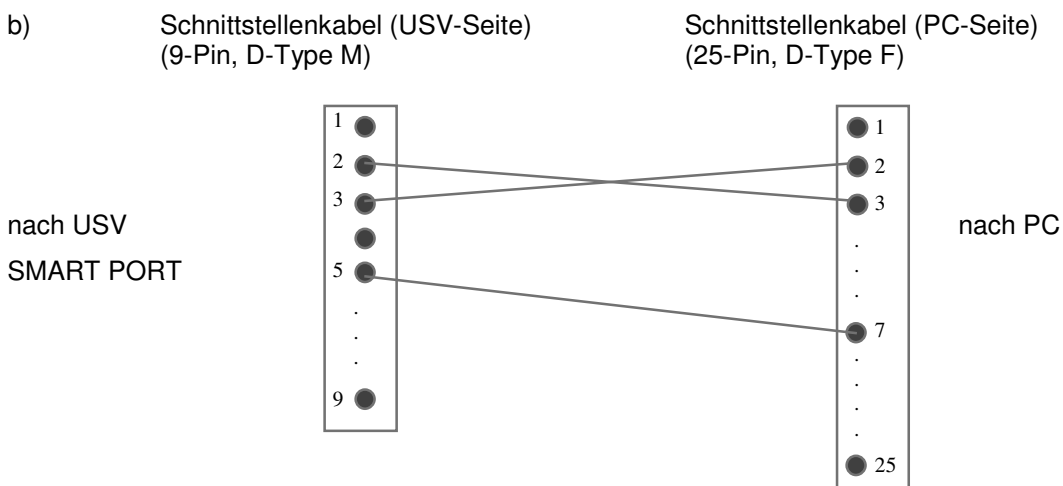

Fig. 3.9 Verbindungskabel – PC Serielle Schnittstelle 25-polig
- Fig. 3.9 wenn der PC eine 25-polige serielle Schnittstelle hat.